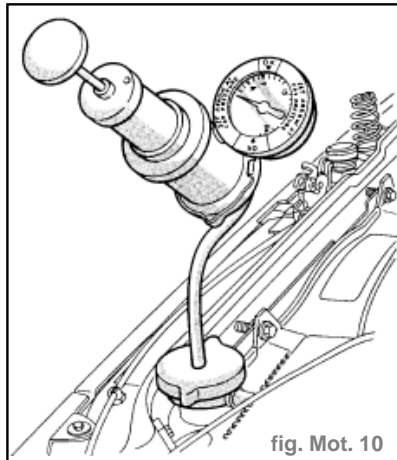

fig. Mot. 10
- Fixer le manomètre de radiateur au radiateur (fig. Mot. 10) et appliquer **1,04** de pression. Si la pression diminue de plus de **0,14 bar** en **2 minutes**, vérifier tous les points en recherchant des fuites externes.